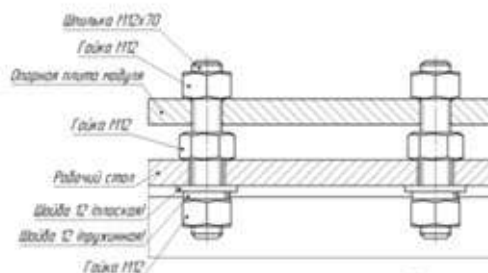

Рис. 6
4.3.12. После окончательной регулировки на верхнюю часть каждой шпильки установить контрольные гайки и затянуть до упора (рис. 6).